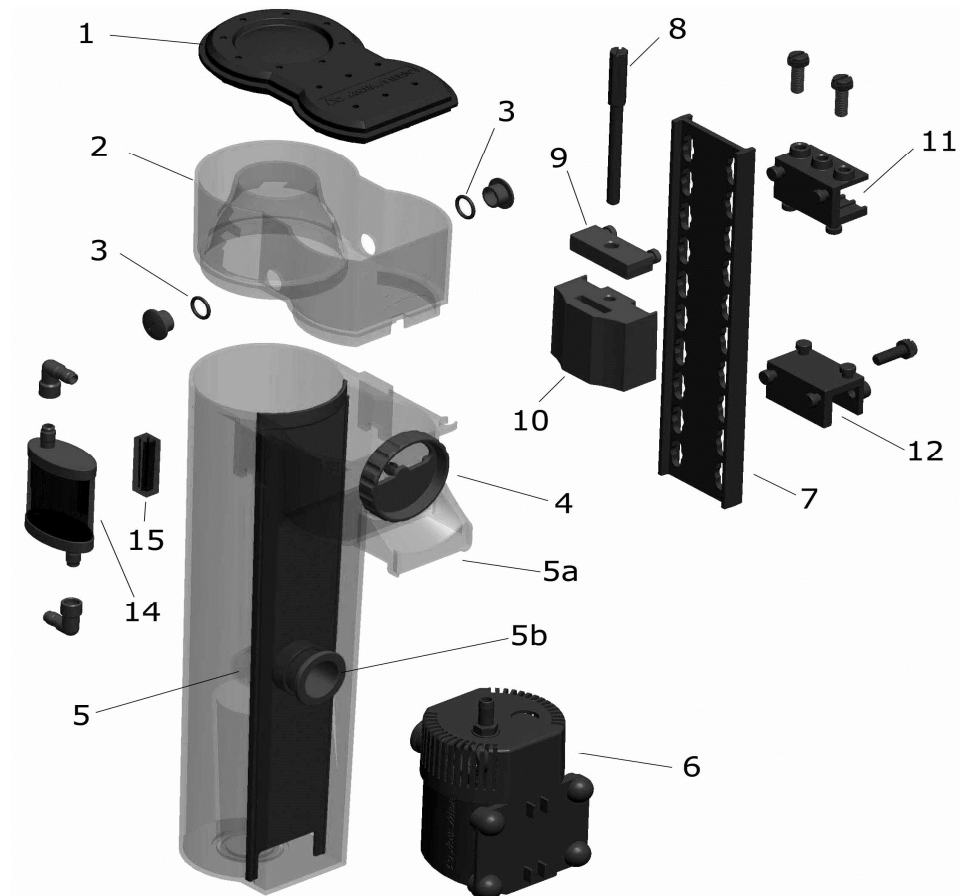

Fig. 1: Turboflotor Black 500
Prima di tutto, lo schiumatoio deve essere assemblato come rappresentato in fig. 1. Può facilmente essere montato sulla parete dell'acquario o un supporto in vetro utilizzando l'unità di sostegno. Un luogo ideale per il montaggio può essere anche sul lato posteriore poichè bene accessibile ma protetto. La pompa viene fissata con il raccordo (5b) allo schiumatoio, la connessione del cavo elettrico rivolta verso il basso, e il tubo dell'aria verso l'alto per unirsi al silenziatore (14). Il silenziatore può essere attaccato al raccoglitore della schiuma o su un vetro dell'acquario utilizzando l'unità di sostegno (15). Per fare ciò, togliere la pellicola di plastica protettiva dal nastro. La superficie adesiva deve essere pulita e priva di grasso.